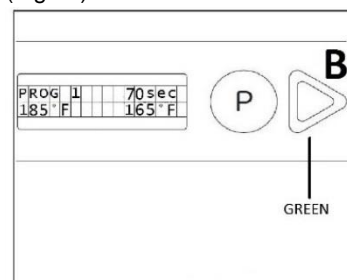

Fig.12
- L' appareil est prêt à l' emploi quand il atteint la température d'exercice, le led retro-éclairé VERTs'allume sur le bouton "B" (Fig.12)